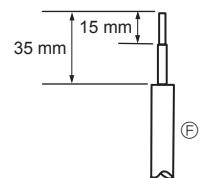
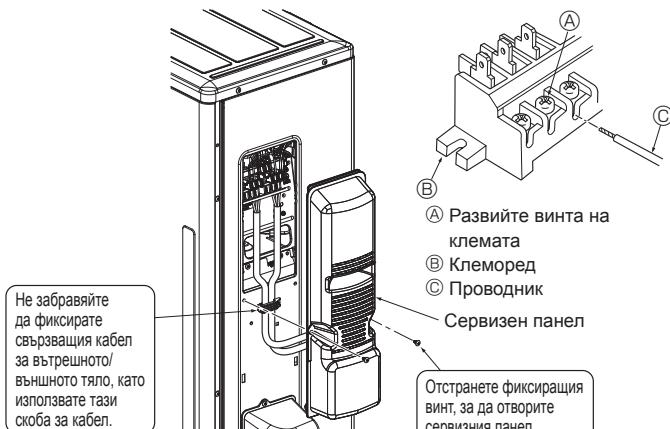

Fig. 6-2
Fig. 6-3
6.1. Външно тяло (Fig. 6-1, Fig. 6-2, Fig. 6-3)
- ① Отстранете сервисния панел.
- ② Опроводете кабелите, като направите справка с Fig. 6-1, Fig. 6-2 и Fig. 6-3.
- Изпълнете опроводяването, както е показано на диаграмата долу вляво. (Закупете кабела от местните магазини) (Fig. 6-2)